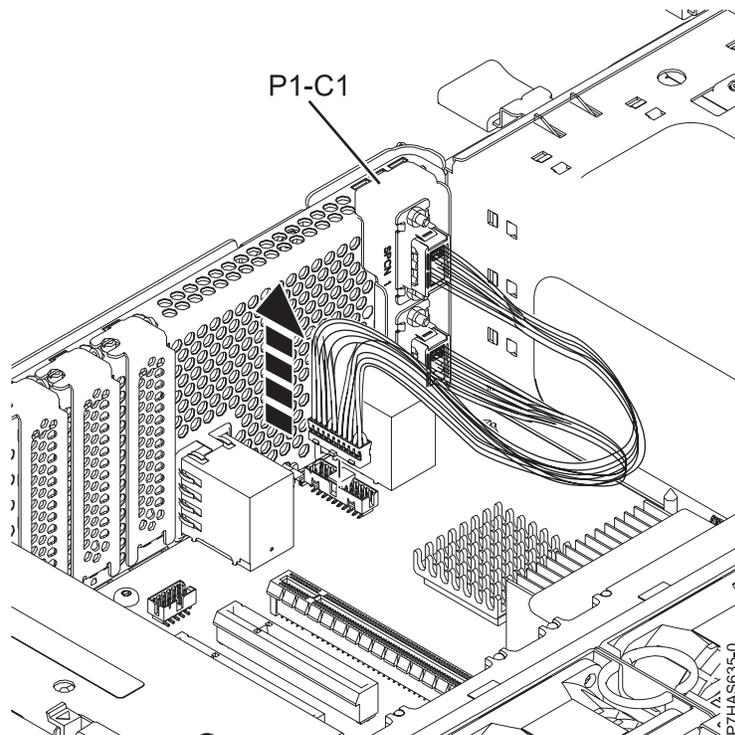

Figura 7. Extracción del cable de SPCN
- Desconecte el cable de SPCN de la placa del sistema, tal como se muestra en la Figura 7 en la página 10.